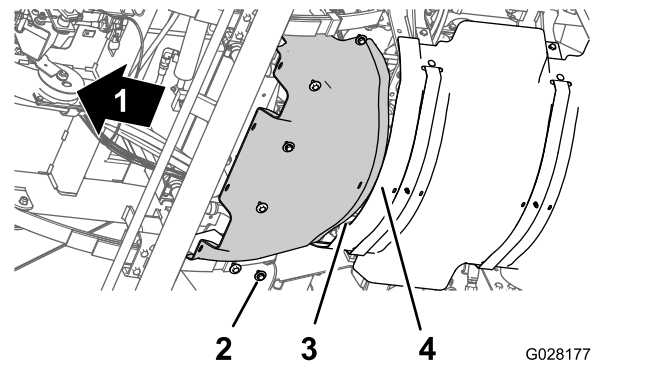

**Figura 65**
3. Retire os 6 parafusos de cabeça hexagonal e as 6 anilhas que fixam a proteção térmica dianteira ao chassis e retire a proteção (Figura 65).